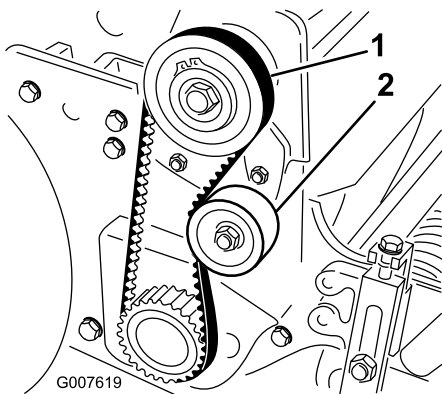

Figura 36
2. Compruebe la tensión presionando la correa en el punto intermedio entre las poleas (Figura 36) con una fuerza de 18 a 22 N. La correa debe desviarse 6 mm.
del reloj contra la parte trasera de la correa, hasta obtener la tensión deseada (Figura 36).